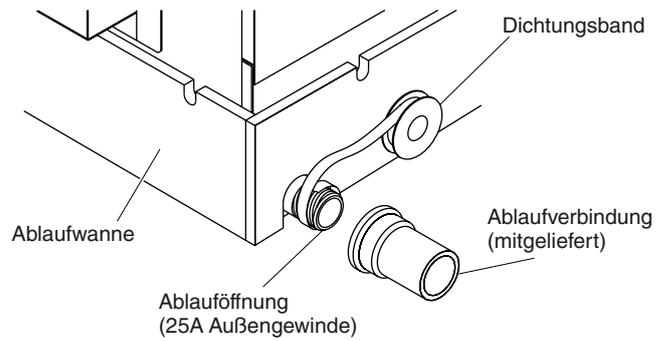
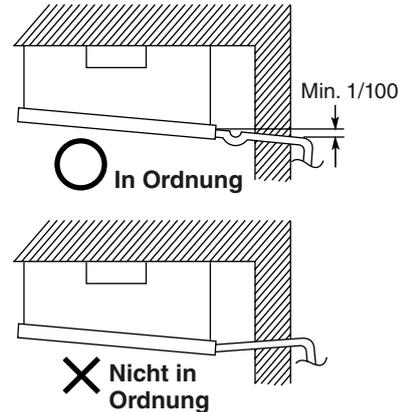

Abb. 3-173
Abb. 3-174
- (1) Ein Standard-Hart-PVC-Rohr (Außendurchmesser: 32 mm) als Ablauf vorbereiten und den mitgelieferten Ablauf-Anschlussstutzen verwenden, um Undichtigkeiten zu vermeiden. Das PVC-Rohr muss separat gekauft werden. Bei dieser Verbindung Klebemittel für PVC-Rohr an der Verbindungsstelle auftragen.
- (2) Wenn ein Ablaufverbinder (mitgeliefert) an der mit Gewinde versehenen Ablauföffnung angeschlossen wird, zunächst das Gewinde der Ablauföffnung mit Dichtband umwickeln und dann den Verbinder anschließen. (Abb. 3-173)
- (3) Sobald das Ablaufrohr fest angeschlossen ist, das Rohr mit Isolierung (im Fachhandel erhältlich) umwickeln.
- (4) Sicherstellen, dass die Ablaufleitung ein Gefälle aufweist (1/100 oder mehr) und Wasserfallen vorbereiten, wie in Abb. 3-174 gezeigt.